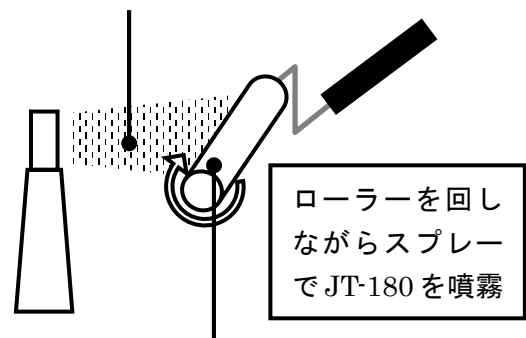

図 2
- ・ 専用ローラー J R - 1 8 8 に転写液 J T - 1 8 0 を塗布する(図 2)。
- ・ 隣のパターンと5～10cm程度、交差するようにローラーを転がす。(図2)